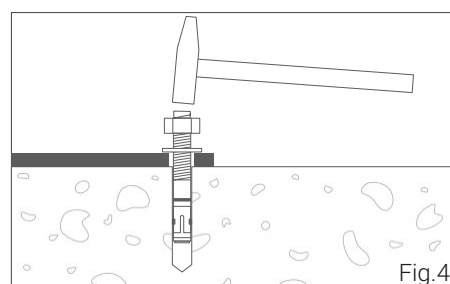

Fig.4
- 6 Prenez maintenant les goujons d'ancrage préparés, insérez-les dans les trous et frappez avec quelques coups de marteau (fig. 4) sur le tenon jusqu'à ce que la face inférieure de l'écrou hexagonal touche presque la rondelle qui se trouve sur la plaque en acier de la borne de réparation.